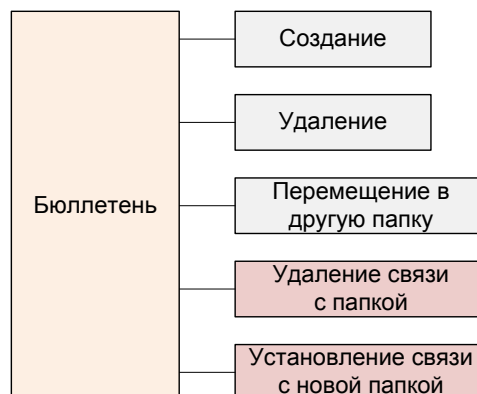

Рис. 13-503 – Допустимые операции с объектом «Бюллетень»
1) Выбрать в рабочем окне «Выполненные работы» папку, в которую будут добавлены данные из файла, и нажать кнопку «Импорт из XML» панели «Импорт/экспорт» (рис. 13-503).